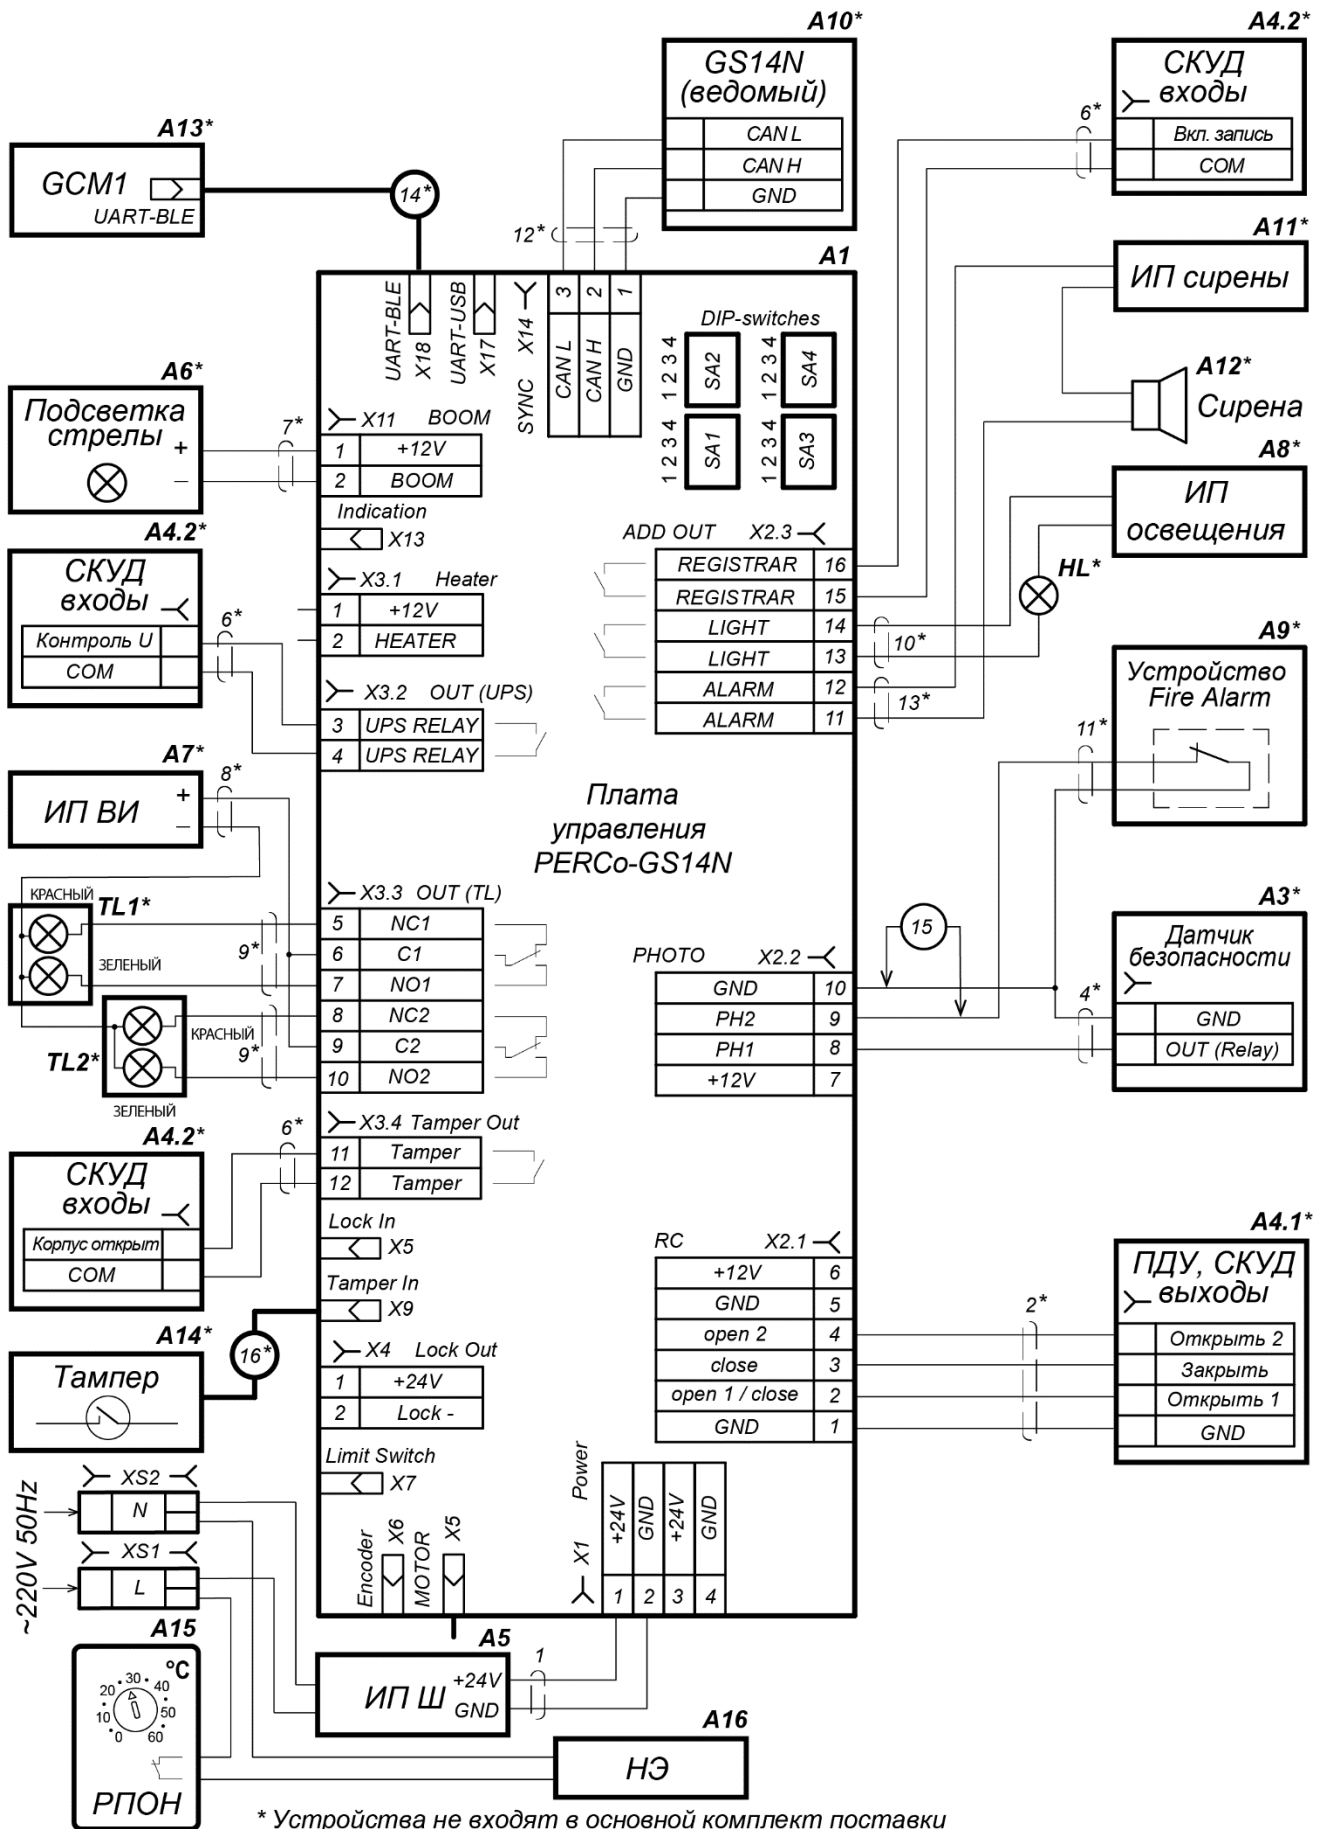

Рисунок 14. Схема подключения шлагбаума и доп. оборудования (перечень элементов см. в табл. 3)
Опорная стойка **PERCo-GBS1** состоит из стойки прямоугольного сечения с опорным фланцем и ловителя стрелы (см. рис. 14).
1. Выполните в установочной поверхности отверстия в соответствии с разметкой (рис. 14). Ось опорной стойки должна совпадать с продольной осью стрелы шлагбаума (обращаем внимание, не с осью стойки шлагбаума!, см. рис. 7). Размер отверстий на схеме указан для анкеров типа PFG IH10 («SORMAT»), при использовании других типов анкеров необходимо выполнять отверстия соответствующих им диаметра и глубины.
Датчик безопасности подключается к плате управления шлагбаума (см. рис. 14). Алгоритм работы и параметры сигналов – см. в разд. 5.4.2.
Устройство радиуправления устанавливается с помощью винтов или двустороннего скотча внутри стойки шлагбаума на свободном кронштейне (10) так, чтобы его антенна находилась напротив окна (11). Также его можно установить на монтажной панели (7), при этом антенну устройства, чтобы улучшить дальность работы, рекомендуется вынести коаксиальным кабелем к свободному окну (11). Выходы устройства РУ подключаются к плате управления в соответствии со схемой на рис. 14.